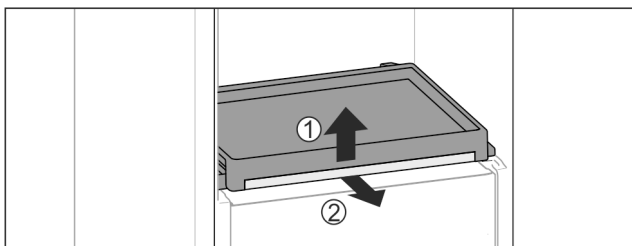

Fig. 95
- ▶ Odstranite izvlečno polico s stekleno ploščo: Stekleno ploščo spredaj rahlo dvignite Fig. 95 (1) in jo izvlecite naprej Fig. 95 (2).